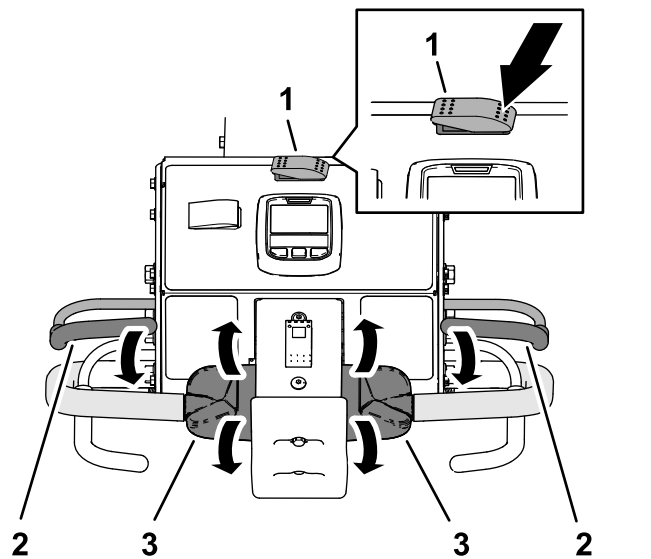

Figura 83
3. Apăsăți partea stângă a comutatorului de transport/aerare în poziția TRANSPORT (Figura 83).
5. Prindeți bara de ghidare din stânga sau din dreapta și maneta pentru prezența operatorului (Figura 83) și strângeți maneta spre bara de ghidare.